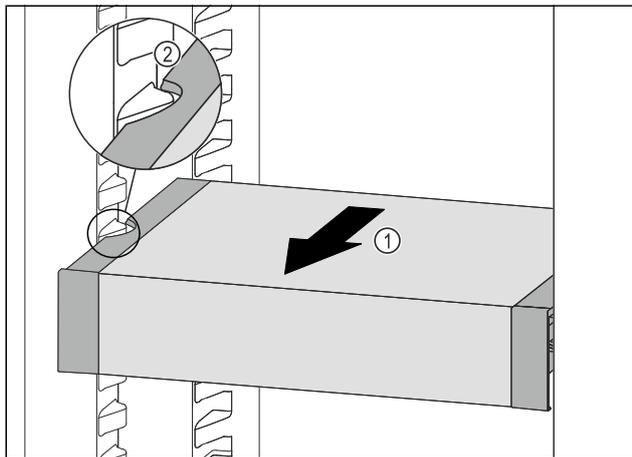

Fig. 80
- ▶ VarioSafe ťahajte dopredu Fig. 80 (1), kým sa bočné vybrania VarioSafe nebudú nachádzať vo výške rebra nádoby v chladničke. Fig. 80 (2)